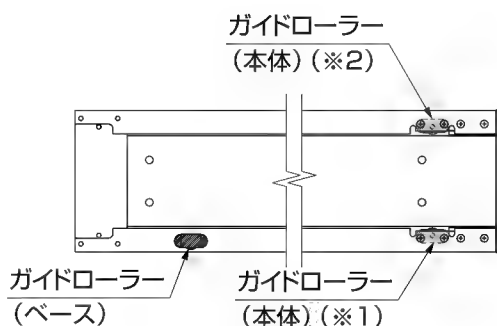

図5-4
(1) ガイドローラー (※1) の調整
- ①全開状態にしてください。(図5-4参照)
(2) ガイドローラー (※2) の調整